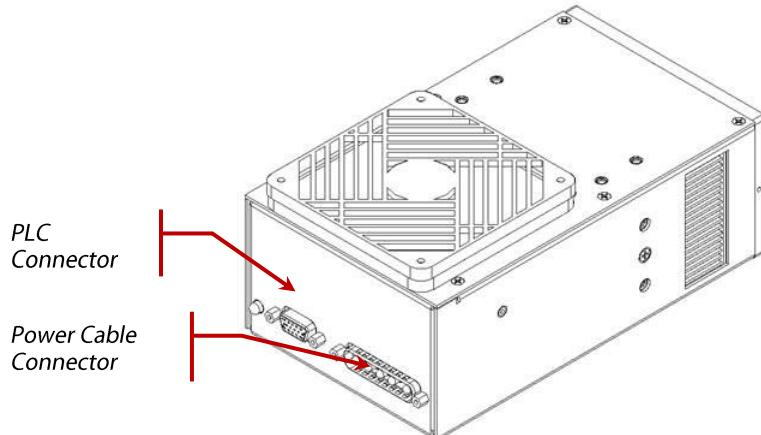

图 1 紫外线 LED 头连接器端口
3. 按图 1 将电源线公端连接到电源装置，电源线母端连接到紫外线 LED。
4. 将 PLC 电线母端连接到 PLC2000 上的 PLC I/O 连接器（见图 2），PLC 电线公端连接到紫外线 LED 头（见图 1）。